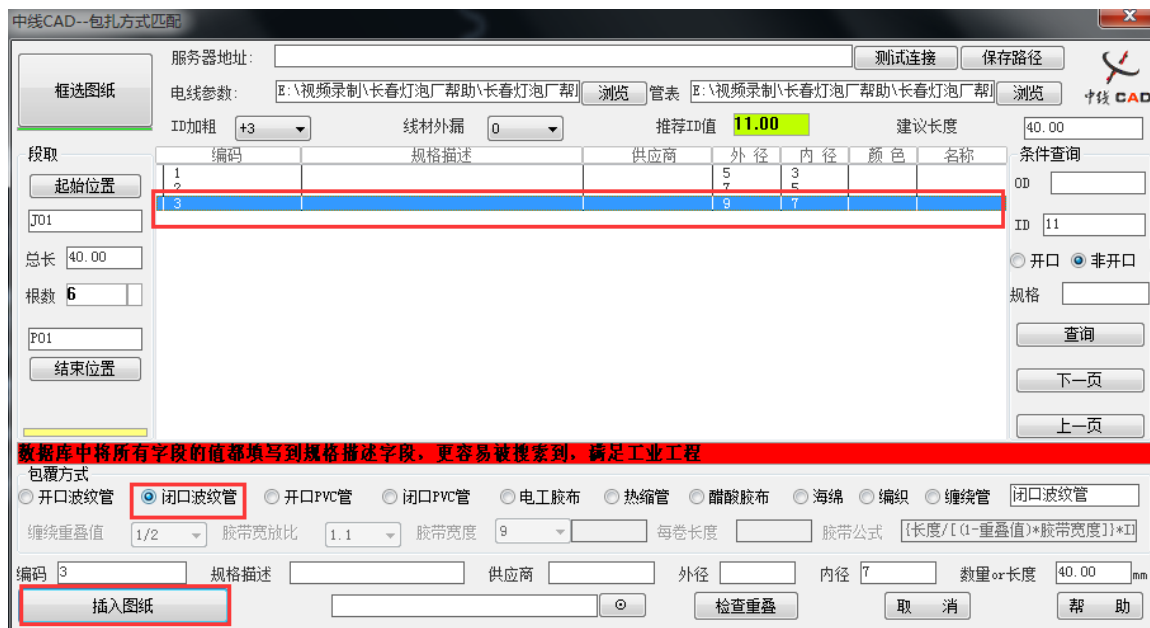

图 1-24
4. 选择编码为 3 的管材，在【包覆方式】栏中设置名称为【闭口波纹管】，如图 1-24 所示：